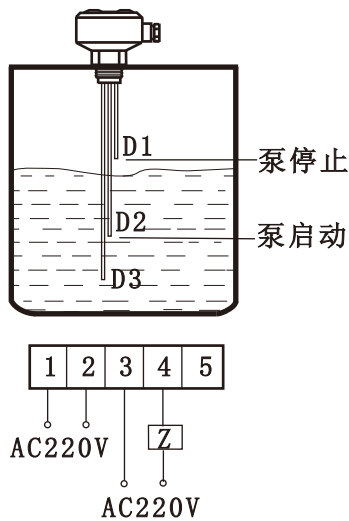

图 8. 自动给水
2. 作为自动液位控制时，应使用三根长度不同的电极。如图8所示： $D3 > D2 > D1$ ， $D3 - D2 > 50\text{mm}$ ，适当选择D2和D1的长度可使液位控制在D2和D1的长度差之间。